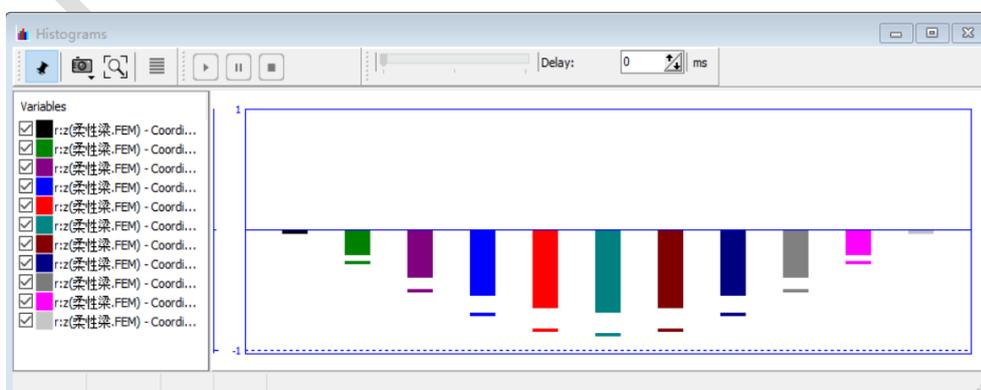

图 2-119
- 5) 选择主菜单 **Analysis** → **Simulation**, 弹出仿真控制面板 (或直接点击工具栏按钮 )。选择求解器 **Park**, 设置仿真时间为 **20** (s), 勾选选项 **Computation of Jacobian**。点击 **Integration**, 开始计算, 如图 2-119。